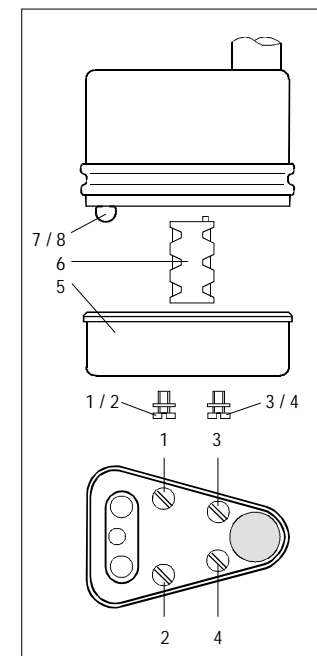

Bild 4: Batterie-/Lampenwechsel
3.1 Batteriewechsel (Bild 4).
3.2 Lampenwechsel (Bild 4)